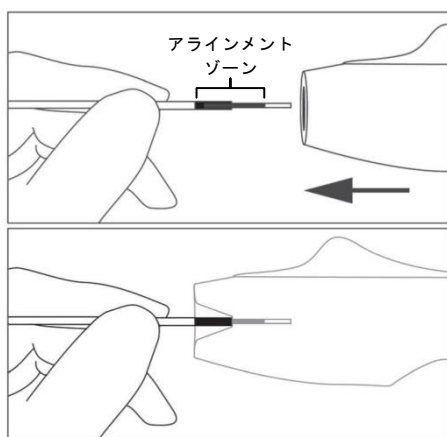

図 3
14. 黒色のアラインメントゾーンの遠位側でデリバリープッシャーを把持する。デリバリープッシャーの近位端に沿わせてデタッチメントハンドルを前進させると、デタッチメントハンドルの差込口に黒色のアラインメントゾーンが完全に入り、デリバリープッシャーがデタッチメントハンドル内で固定される(図3)。